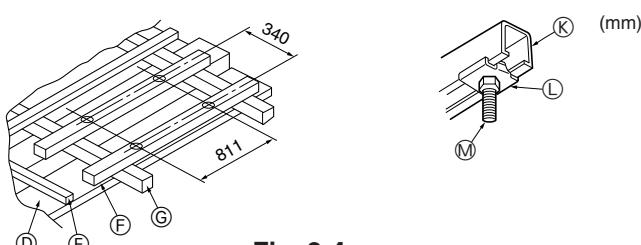

Fig. 2-4
- ① Buitenkant van rooster
- ② Opening in plafond
- ③ Plaats van bout
- ④ Elektrische kast
① Houten constructies (Fig. 2-4)